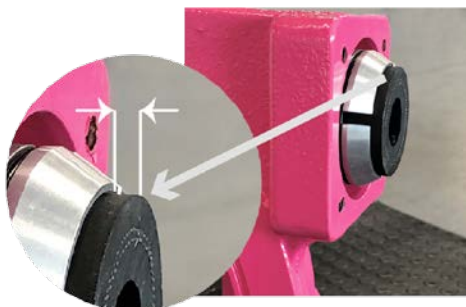

Figure 1
6. Mettre en place les anneaux presseurs. Une distance particulière doit être respectée entre l'extrémité du tube et l'anneau presseur (se reporter aux fig. 1 et 2).